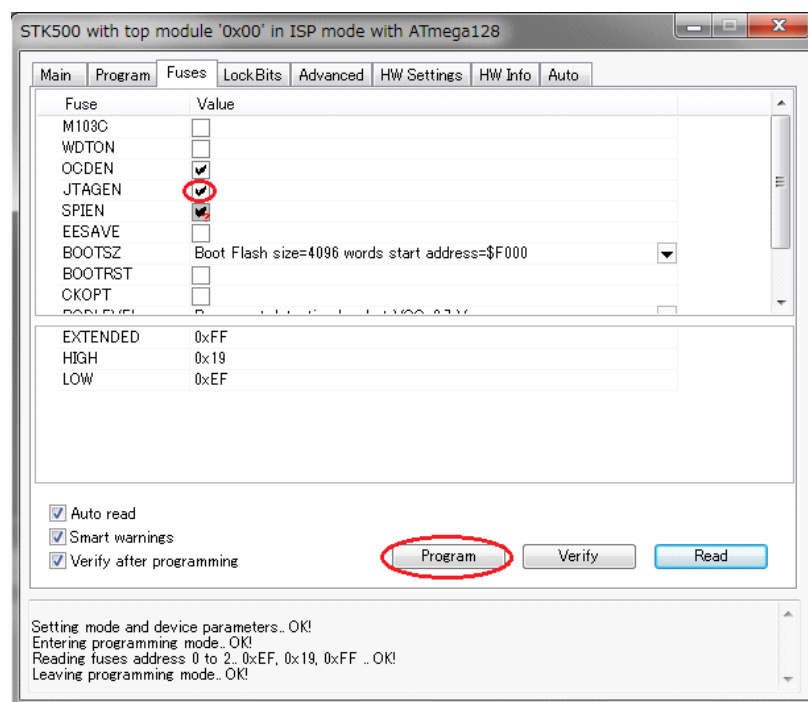

図 2. パラレルポートタイプのISPPROを利用したときにICCAVRの
- ATmega128 開発ボードの場合は、 AVR Studioで ToolsのIn System Programmingでヒューズビットを図 2 のように 0xff19EFに設定します。ヒューズビットを 0xff19EFにした場合は EEPROM Writeができないようにプロテクトが追加されます。